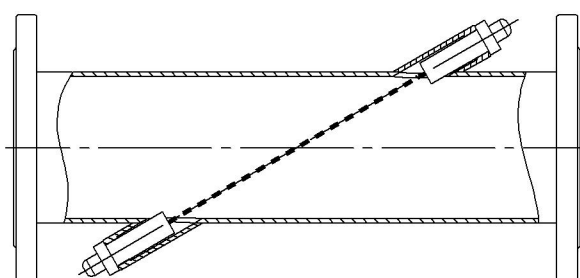

Рисунок 1. ППР – прямая труба с однолучевым зондированием (П)
– П - «прямая труба» - стандартное фланцевое или приварное присоединение к трубопроводу, зондирование потока - в угловом сечении ППР (рисунок 1);